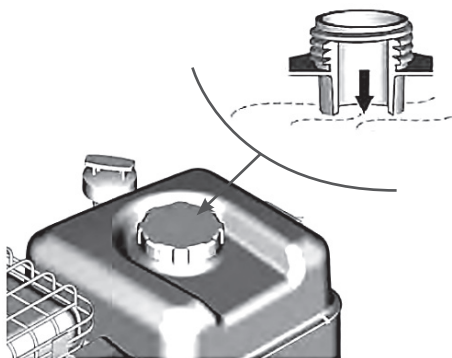

Рис. 26 Максимальный уровень топлива в топливном баке
Максимальный уровень топлива показан на Рис. 26.
3. Залейте бензин в топливный бак при помощи специальной емкости или воронки до уровня, показанного на Рис. 26.